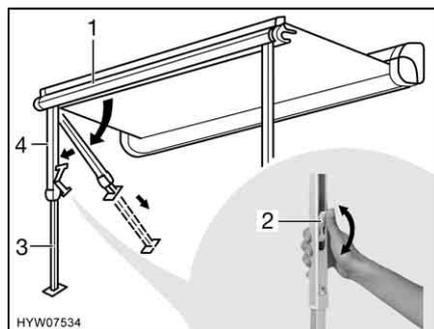

Fig. 9 Colocar los pies de apoyo
- Extraer los pies de apoyo (Fig. 9,4) del listón frontal (Fig. 9,1) presionando ligeramente hacia el exterior, plegar los mismos hacia fuera y colocarlos.
- Extraer hasta la longitud deseada la pieza inferior de los pies de apoyo (Fig. 9,3).
- Cerrar el bloqueo en los pies de apoyo. Para ello, presionar hacia arriba la palanca de bloqueo (Fig. 9,2).